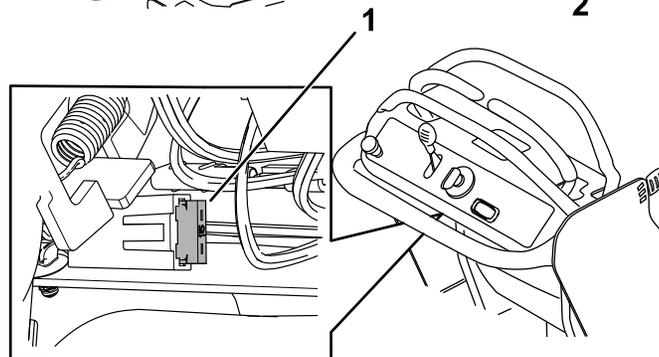

**Рисунок 42**
3. После полной зарядки аккумулятора отсоедините зарядное устройство от электророзетки и штырей аккумулятора (Рисунок 42).